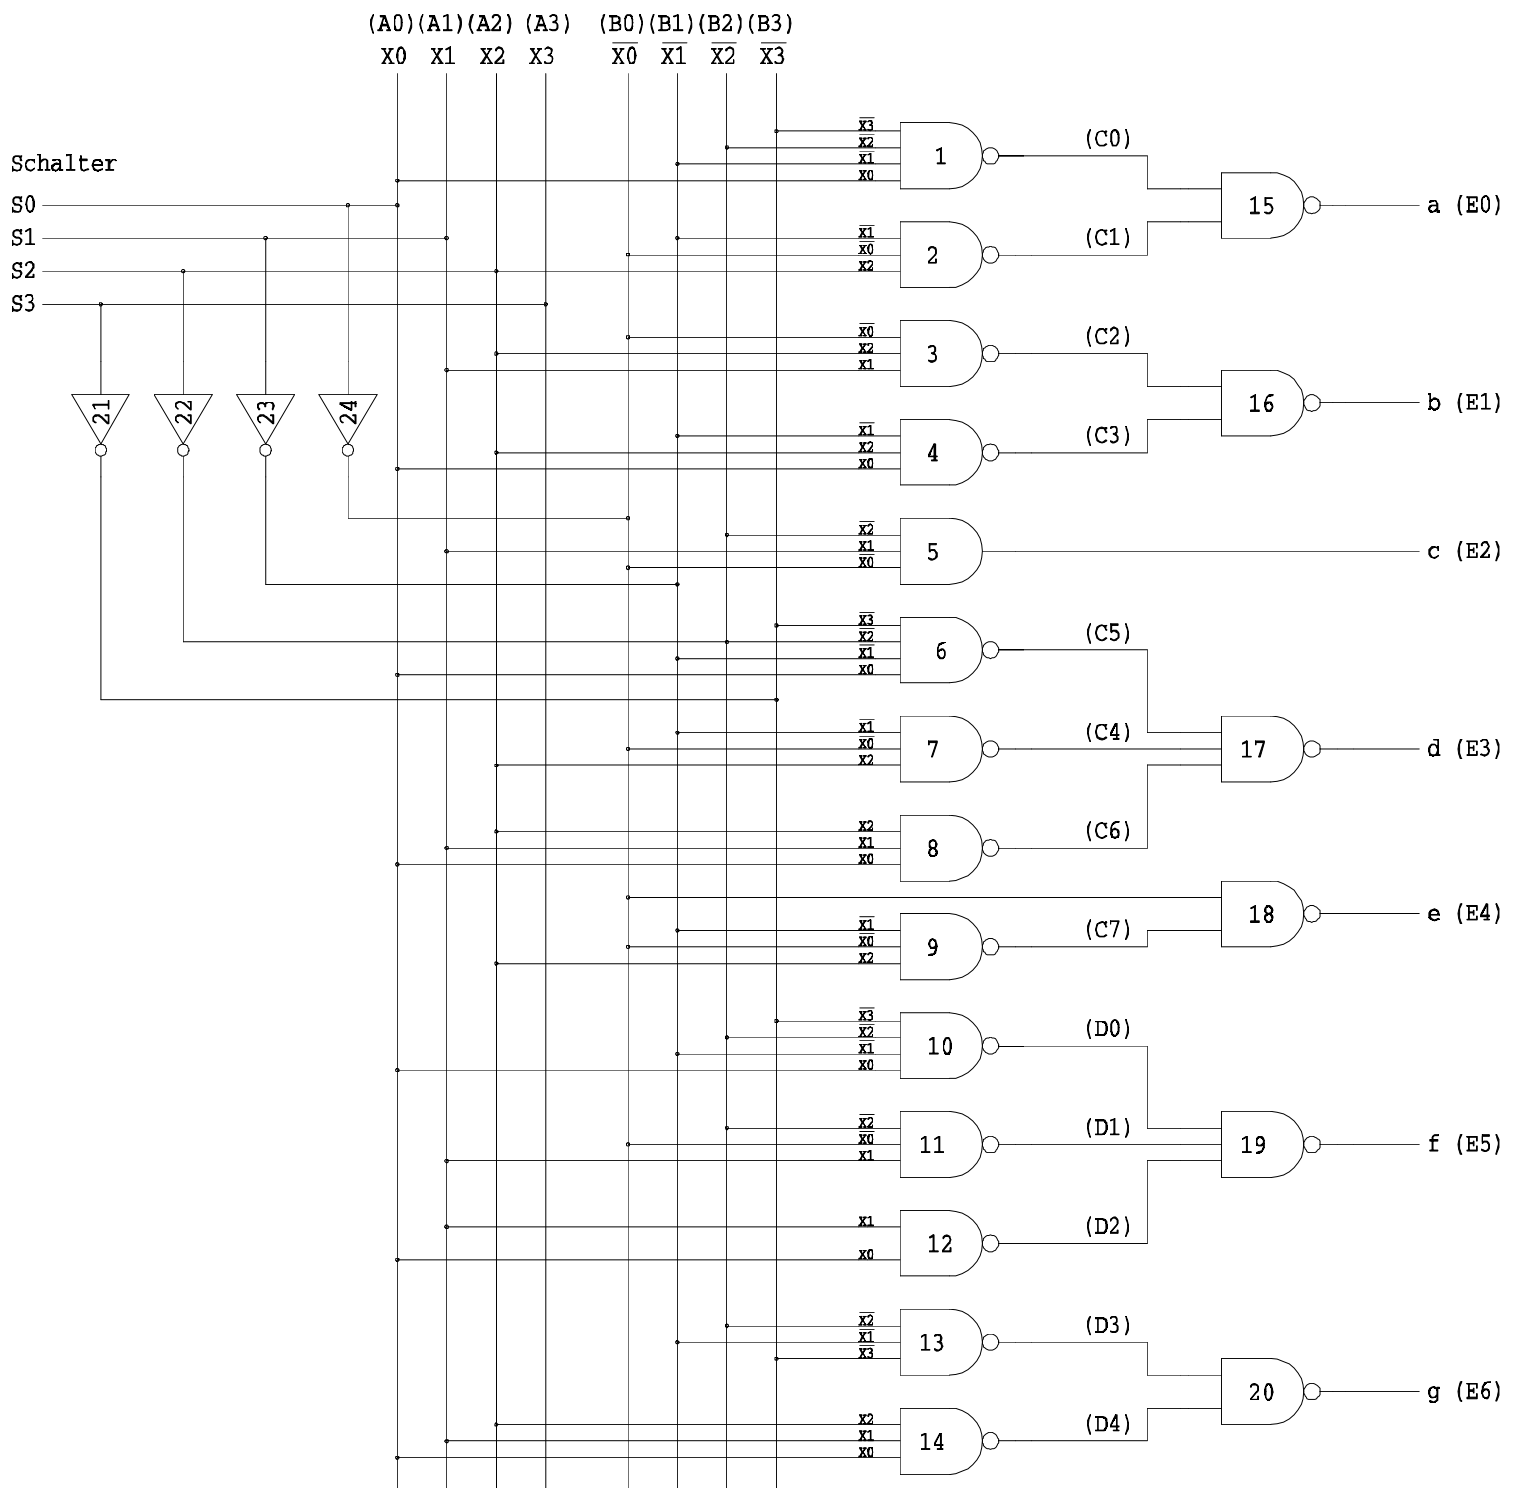

Abbildung 1: Schaltnetz aus Versuchsanordnung
1.3 Beheben Sie die gefundenen Fehler, indem Sie parallel zu den vorhandenen defekten Gattern neue Gatter auf Ihrem Protoboard aufbauen und so den fehlerhaften Teil der Schaltung überbrücken. Ist ein Gatter der 1. Stufe defekt, so ist dieses und das nachgeschaltete Gatter der 2. Stufe zu ersetzen. Sollte sich also z.B. Eingang X0 von Gatter 2 in Bild 1 als fehlerhaft erweisen, so sind Gatter 2 **und 15** zu ersetzen. Anschluß (C1) darf dabei nicht angeschlossen werden. Der Ausgang der aufgebauten Schaltung wird mit „a“ (E0) verbunden.